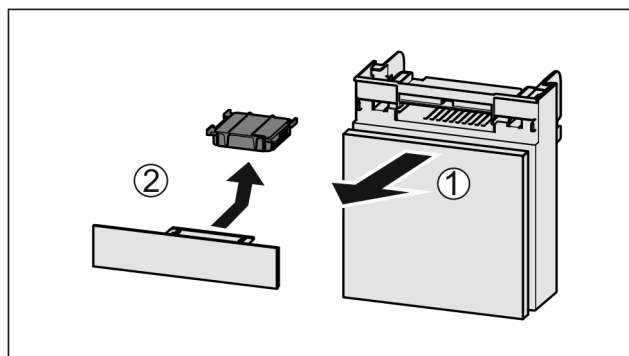

Fig. 206
- Fach nach vorne herausziehen Fig. 206 (1).
- Aktivkohlefilter entnehmen Fig. 206 (2).